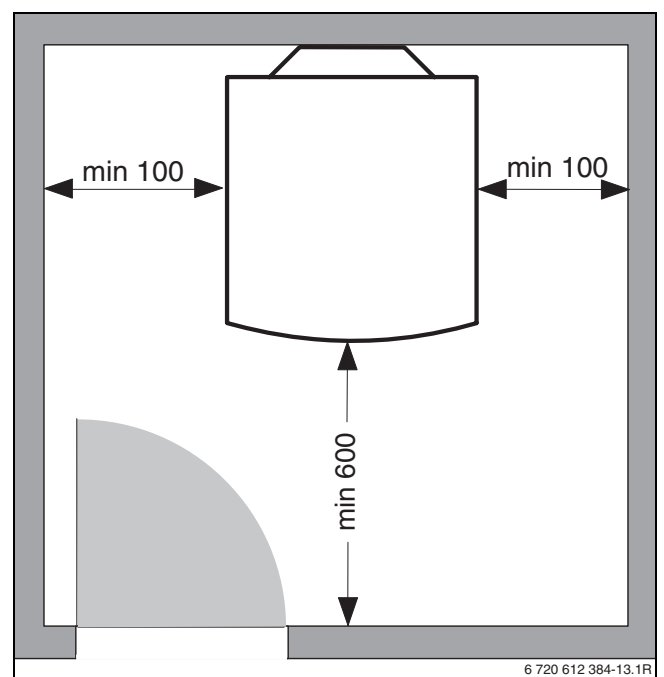

Fig. 2 Distanța minimă recomandată față de perete
- ▶ Respectați distanța minimă față de perete(→ fig. 2, pagina 5).